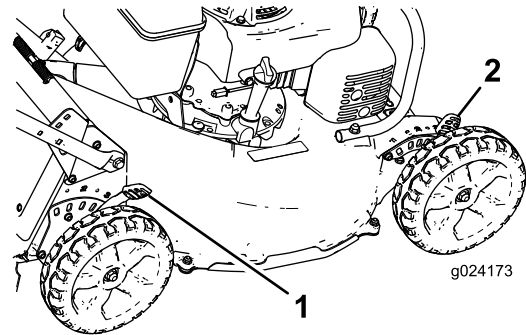

Figura 14
1. Tire de la palanca de altura de corte hacia la rueda (Figura 14) y muévela a la posición deseada.